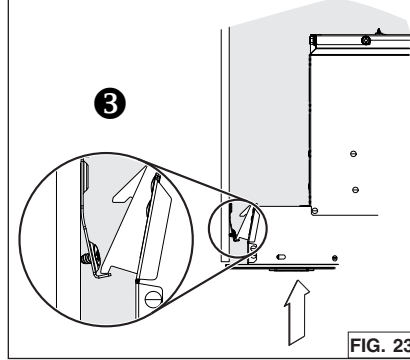

FIG. 23
2. Insertar el aparato en el gabinete hasta que sentir un click a ambos lados del aparato, confirmando que los ganchos Ease of Install están apoyando en la parte superior de los lados de la base del gabinete 1, o sobre los bordes de los soportes de gabinete 2 o 3 (FIG. 23). Mover el aparato de izquierda a derecha, de delante hacia atrás y levantarlo para comprobar que los ganchos Ease of Install retienen el aparato en el gabinete.